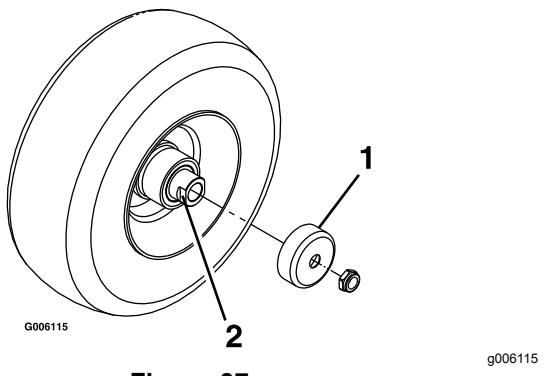

Figure 37
4. Déposez les protège-joints du moyeu de roue (Figure 37).